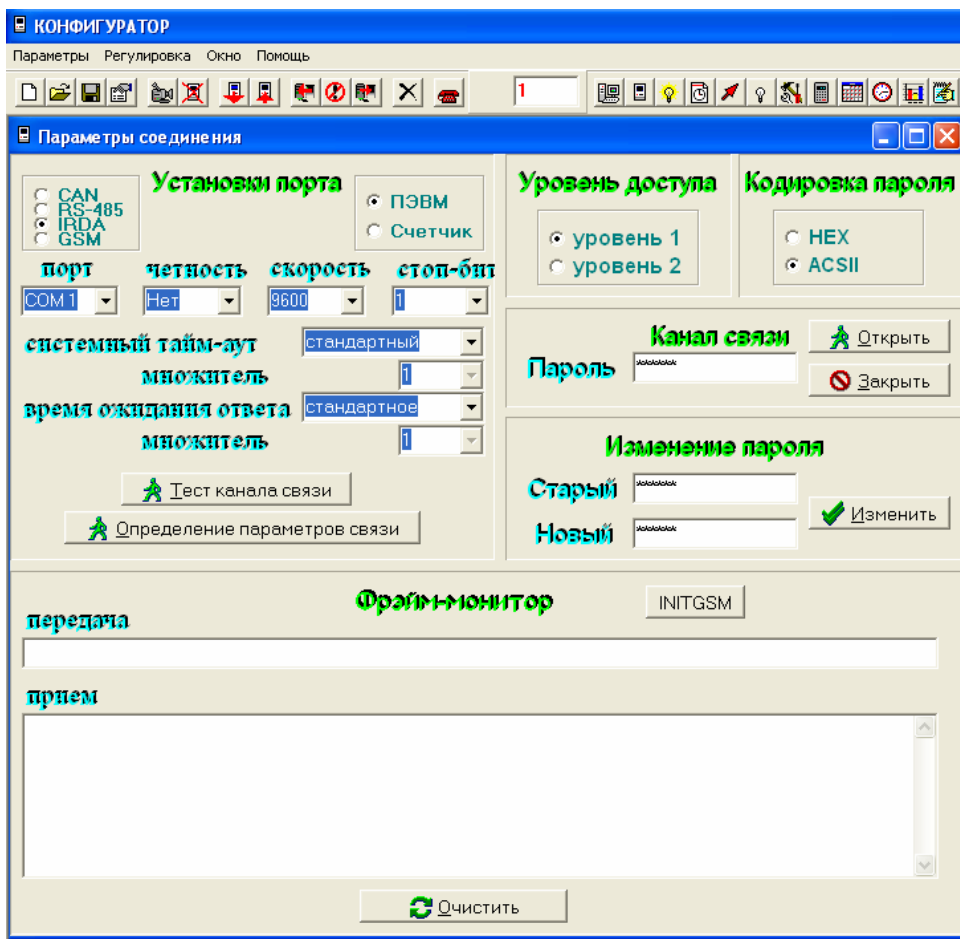

Рис. 7
2.2.2.1 Параметры соединения (рис.7).